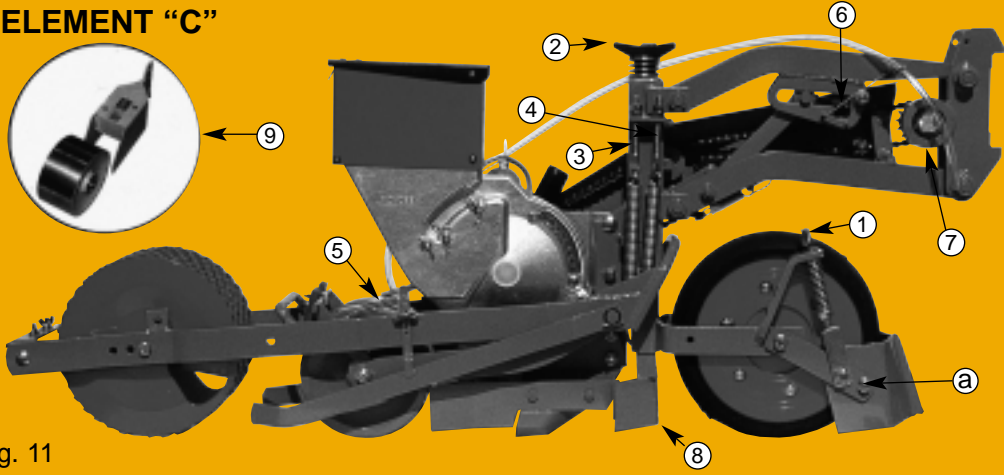

Fig. 11
In der Grundversion umfaßt dieses Element einen Klutenräumer vorne, eine vordere Druckrolle 300 x 100, eine engen Schar, eine schmale Zwischenandruckrolle (aus rostfreiem Stahl), einem Satz Zustricher und eine hintere Stahlendruckrolle 210 x 100. Dieses Element ist für die Mehreiter der Kulturen mit engen Reihenabstände geeignet. Für das Säen in Bändern, wird das Schar und die Zwischenandruckrolle durch breite Versionen (9) (Fig. 11) ersetzt (65 mm (2 2/3") Bandbreite) oder 100 mm.
#### Element Version C (Fig. 11) für Reihenabstände von 20 cm (8") und mehr
Die Einstellungen auf diesem Element, sind jenen der A Version ähnlich. Es ist möglich, Bänder von 65 oder 100 mm Breite mit diesem Element zu säen, durch Ersetzen des doppelten Sächar und der schmalen Zwischenandruckrollen, durch ein 65 mm oder 100 mm breites Schar und eine entsprechende Zwischenandruckrolle (9) (Fig. 11).
For planting in bands, the shoe and the intermediate press wheel are replaced by a wide shoe and wide intermediate press wheel (9) (fig. 11) for planting the seeds in a band of 65 mm (2 2/3") or 100 mm.
- Rear cage press wheel with or without rubber tyre (fig. 11 - 18)
### PLANTER UNIT C VERSION (fig. 11) for row spacing of 20 cm (8") and more
The adjustments on this metering unit are similar to those on the A Version. It is possible to sow on bands of 65 or 100 mm wide with this unit by replacing the double tipped shoe and the narrow press wheels by a wide 65 or 100 mm shoe and a corresponding wide press wheel (9) (fig. 11).
Este sistema de siembra conviene en la mayoría de los casos en siembras de líneas estrechas. Para sembrar en bandas, la reja y la ruleta intermedia de origen, se reemplazan por una reja esparcidora y una ruleta ancha (9) (fig. 11) que permiten repartir los granos en una banda de 65 mm ó 100 mm.
- Rueda trasera de resilla con o sin banda auto-limpiante (fig. 11 - 18).
#### CUERPO SEMBRADOR Versión C (fig. 11) entrefilas de 14 cm ó más